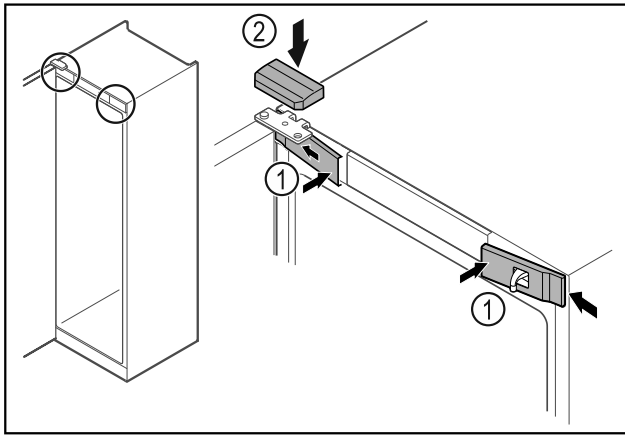

Fig. 45
- ▶ Vordere Abdeckungen Fig. 45 (1) seitlich einhaken und aufrasten.
- ▶ Obere Abdeckung Fig. 45 (2) von oben aufrasten.